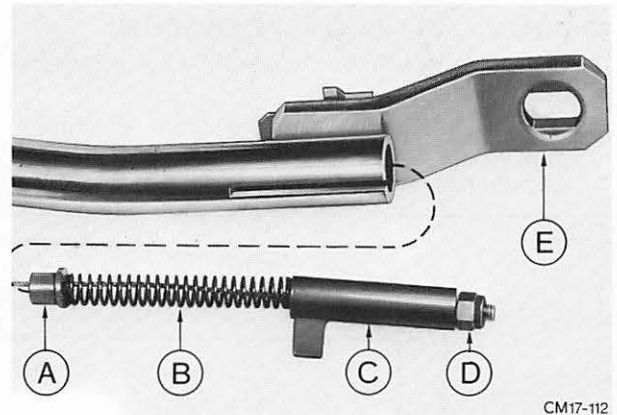

Abb. 124 Wählhebel
2. Bundmutter — Betätigungszug abschrauben, Sperrhülse, Feder und Führungsbüchse aus dem Wählhebel herausziehen. Abb. 124.